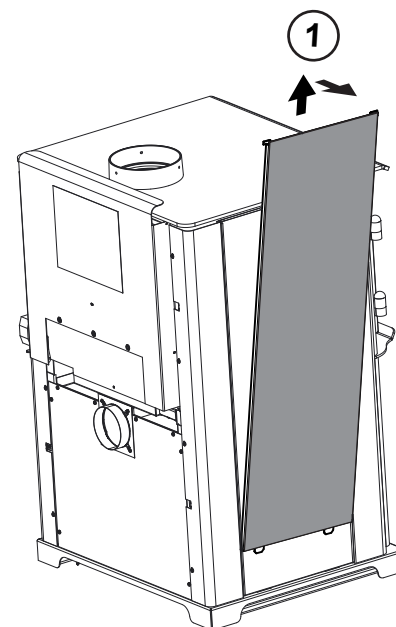

Figure 17.4
1. Retirez le panneau complet du côté en le soulevant et en le retirant de l'appareil (utilisez un outil plat afin de forcer le bas au besoin) (Figure 17.4).
1. Retirez le cadre des tuiles du côté de l'appareil en le soulevant et le retirant de l'appareil. La figure 17.4 présente le retrait du panneau latéral complet.